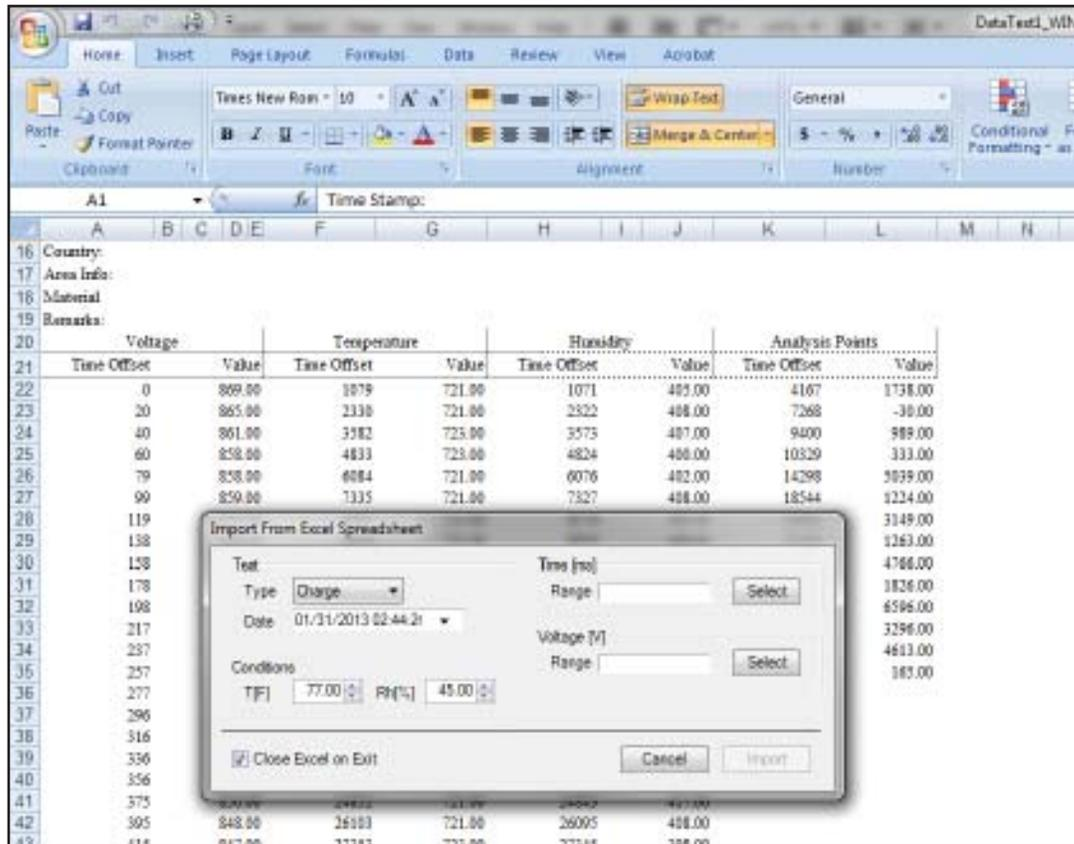

図 60: エクセルスプレッドシートからのインポートデータ
7. インポートするためにデータを反転させて選択します。(図 60)